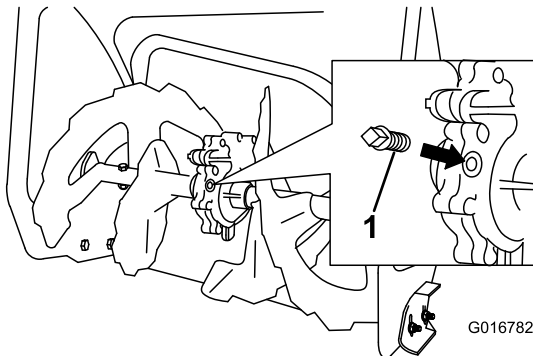

Figure 50
- 2. Nettoyez la surface autour du bouchon de tuyau (Figure 50).